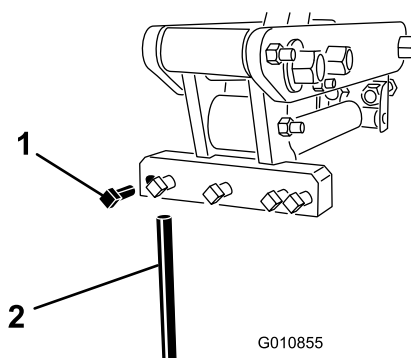

Figure 24
3. Desserrez les boulons de serrage et enlevez les louchets usagés (Figure 24).